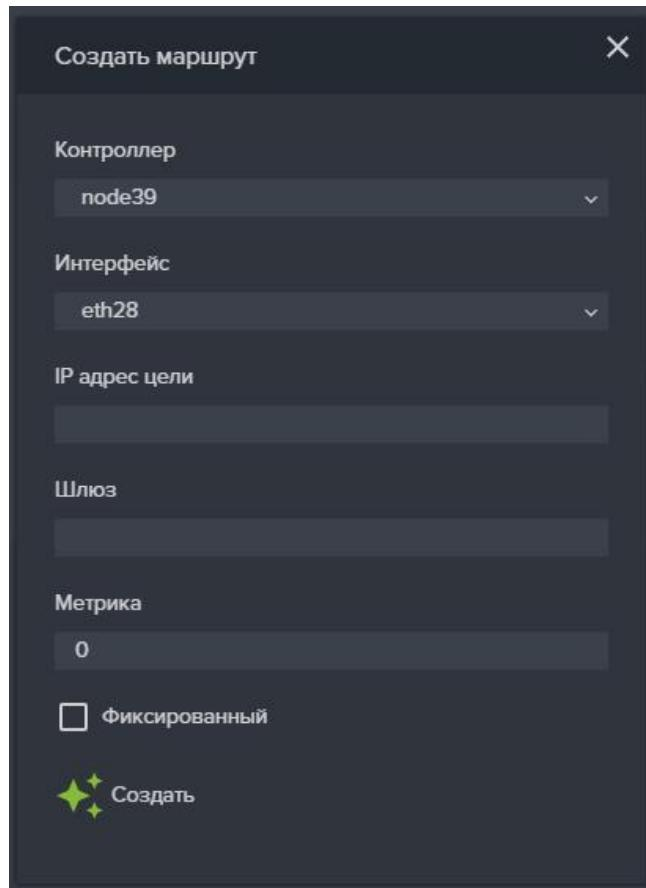

Рисунок 23 – Создание маршрута
2. В таблице маршрутизации нажмите на кнопку «Создать новый маршрут». Откроется одноименное окно (см. Рисунок 23).